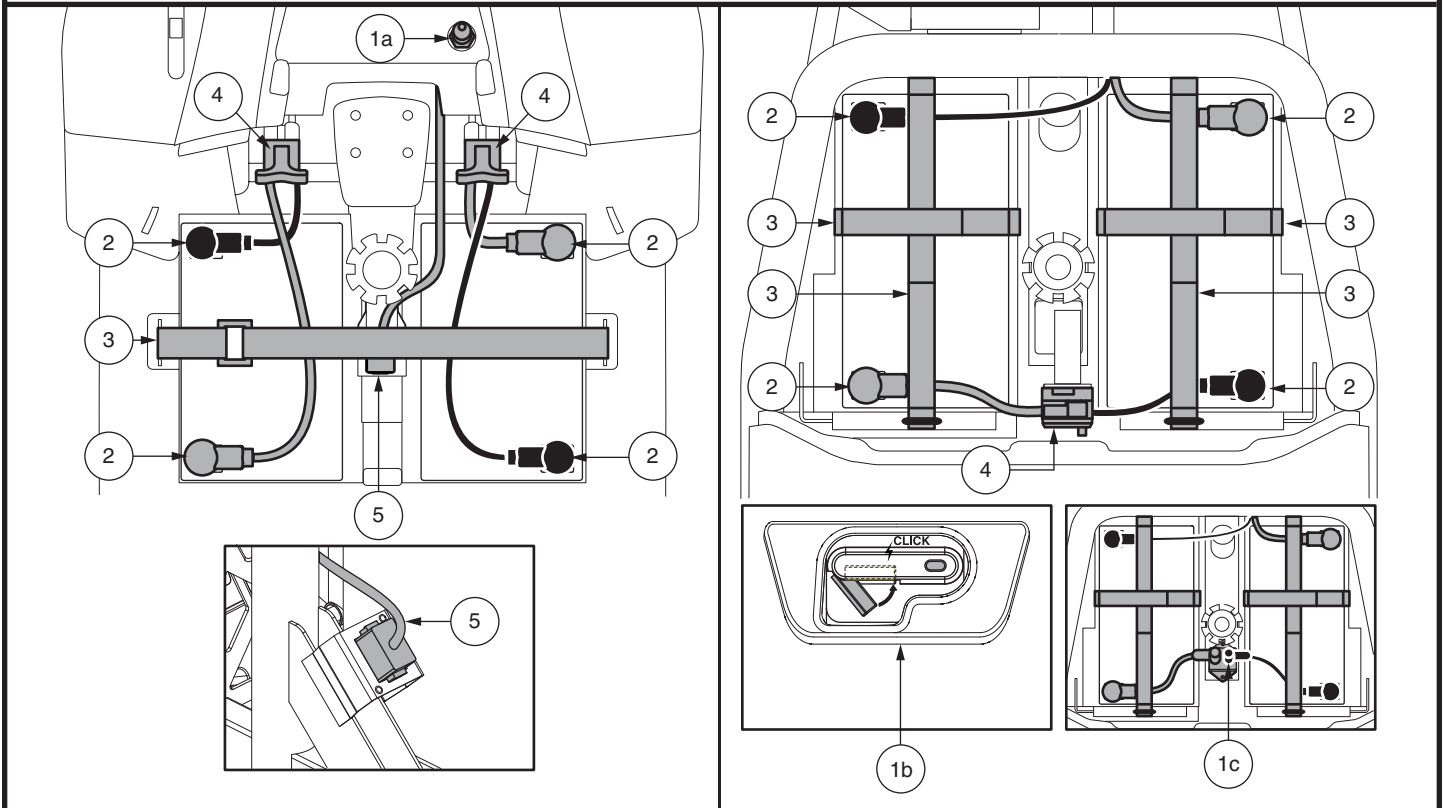

Abb. 14. Batterie Ausbau/Einbau Batteriepole und stecker
3. Bei allen Modellen AUSSER 614 und 714 ziehen Sie bitte das von vorne nach hinten verlaufende Kabel ab. Entfernen Sie beide Batteriekabel, indem Sie jedes Kabel aus seinem Gegenstecker ziehen. **Siehe Abb. 14.**
6. Legen Sie in jedes Batteriefach eine neue Batterie ein. Drehen Sie die Batterieklemmen jeder Batterie von der Sattelstütze weg, so dass die positiven (+) und negativen (-) Batterieklemmen wie in **Abb. 14** angezeigt positioniert sind.